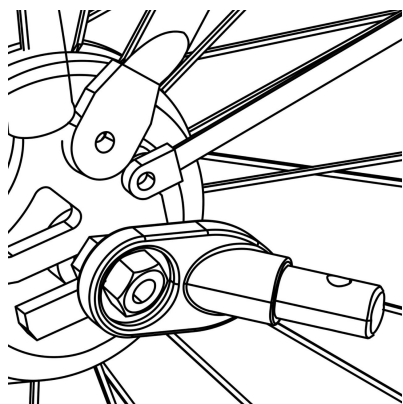

Figur 1
**1. Snabbkopplingsaxel:** Ta bort snabbkopplingen från vänster sida av cykelns bakaxel. Montera dragkroken mellan snabbkopplingen och ramen. Dra åt snabbkopplingen enligt cykeltillverkarens manual. Dragkroken kan sitta kvar på cykeln när släpvagnen tas bort (Figur 1).